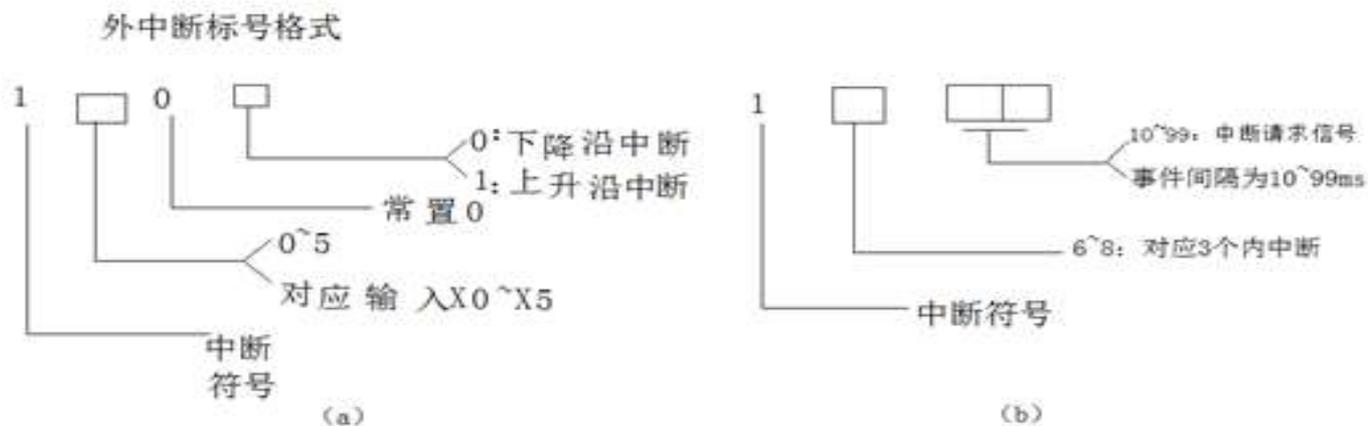

图7.28 中断信号格式说明
**FX系列PLC**设置有**9**个中断源，**9**个中断源可以同时向**CPU**发中断请求信号，这时**CPU**响应优先级较高的中断源的中断请求。**9**个中断源的优先级由中断号决定，中断号小的优先级较高。每个中断源的中断子程序有中断标号，中断标号的含义如图7.28所示。